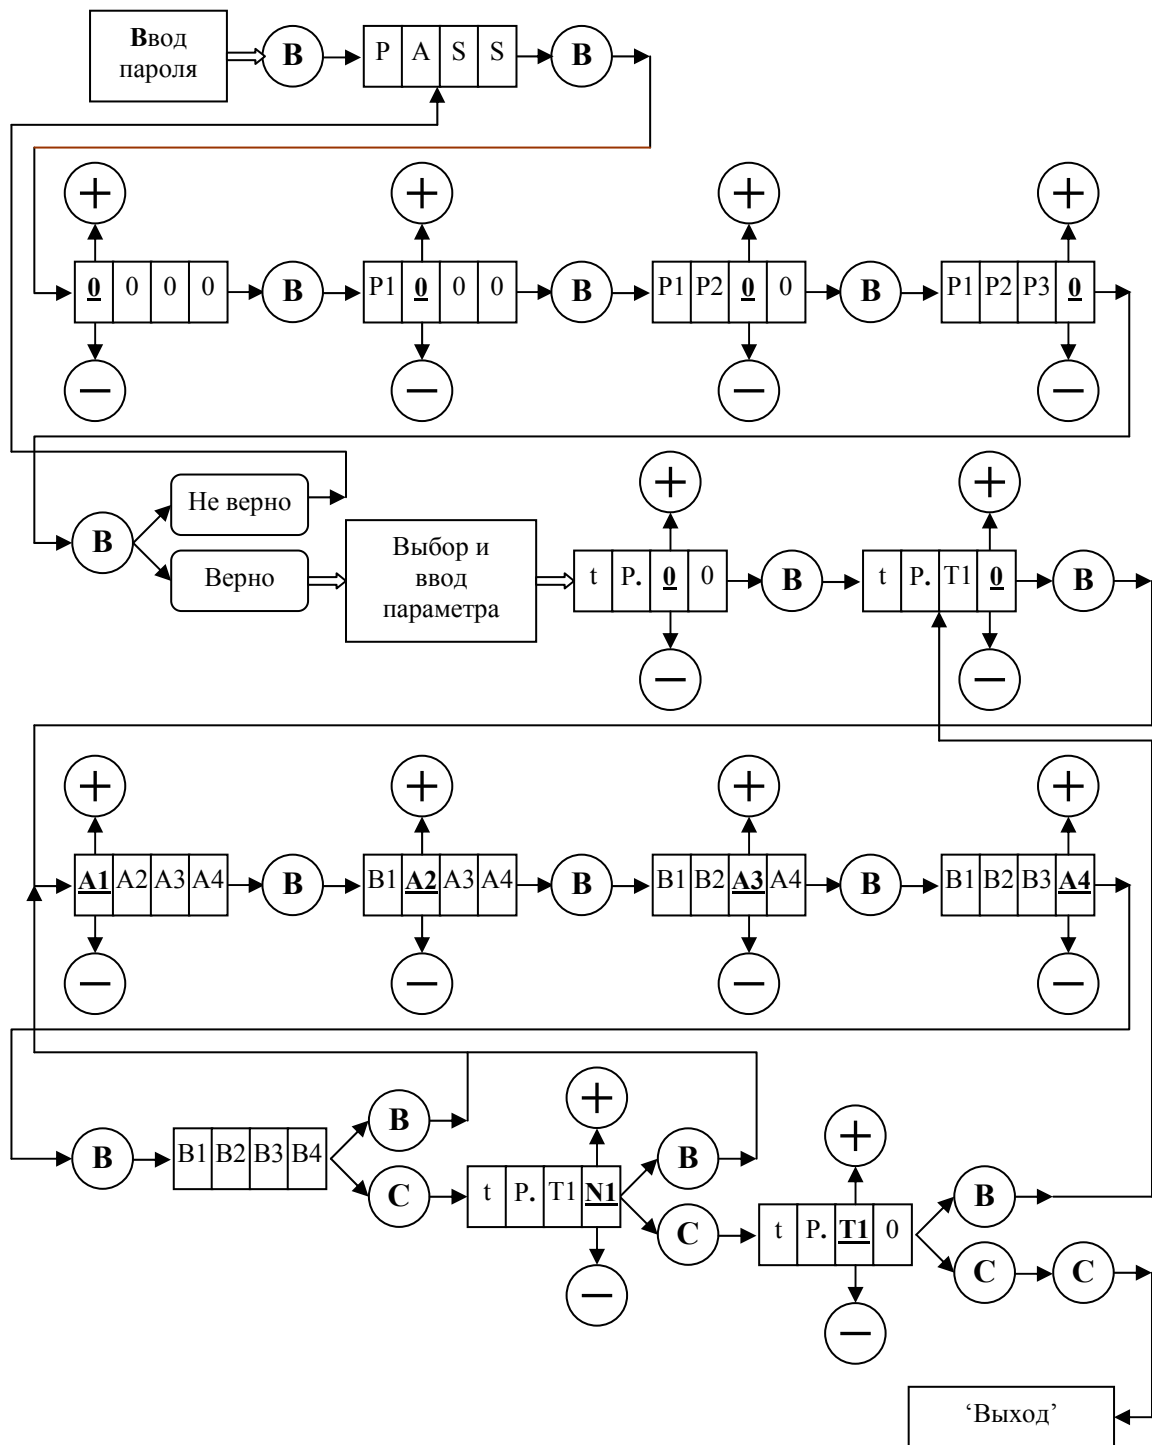

Рис. 3. Ввод параметров ЭД и УСНА с помощью клавиатуры.
3.5.8.3. На **рис. 3** изображена диаграмма ввода параметров с помощью клавиатуры, где кружки с соответствующими надписями обозначают кнопки клавиатуры, причем буква **В** обозначает **ВВОД**, а буква **С** – **СБРОС**.